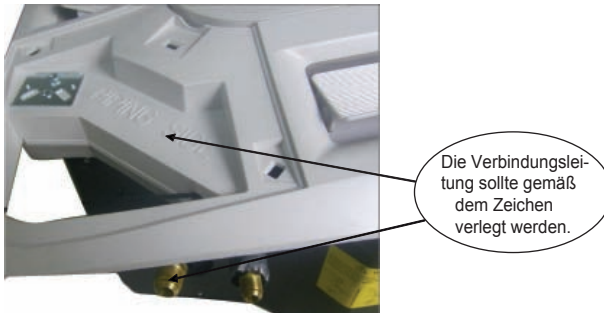

Abb.34
(1). Abb. 34 zeigt den Anschluss zwischen dem Vorderdeckel und der Verbindungsleitung.